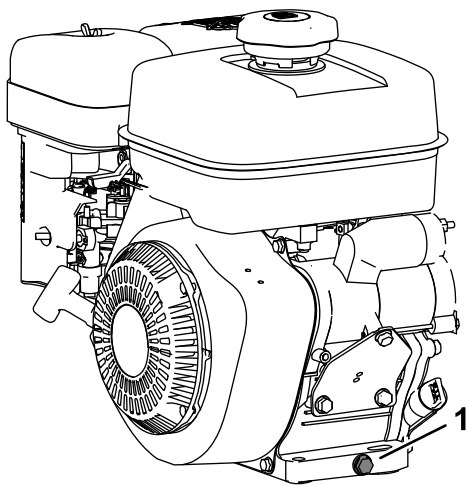

Figura 15
4. Retire la varilla del cuello de llenado y observe el nivel de aceite en la varilla (Figura 15).